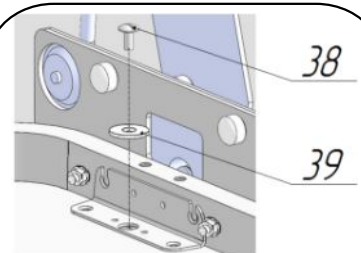
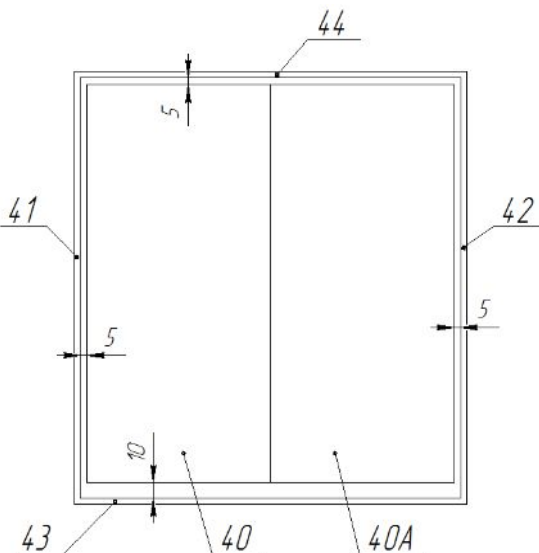

Рис.9.3 Регулировка положения щитов
Рис.9.4
**Шайбу подложить под головку винта.** Привести кровать в вертикальное положение. Последующей регулировкой щитов обеспечить зазоры между стенками короба поз.41,42, верхней панелью поз.44 и щитами декоративными поз.40 и 40А — 5 мм (рис.9.4 и 29), между панелью нижней поз.43 и щитами декоративными поз.40 и 40А— 10 мм (рис.9.4 и 29). Регулировку щитов произвести следующим образом: привести кровать в горизонтальное положение, ослабить винты М6х13 поз. 38 (рис.9.3). Сместить